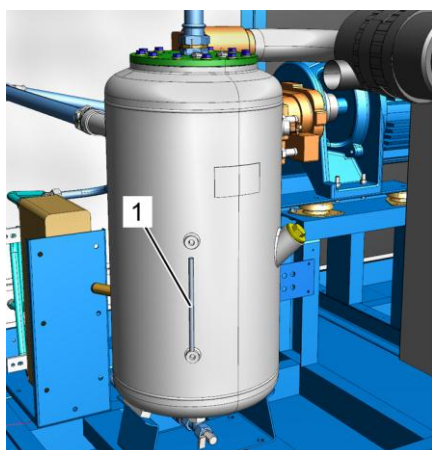

Рис. 55: Указатель уровня воды
4. Проверьте, видна ли в указателе уровня воды (Рис. 55/1) вода.